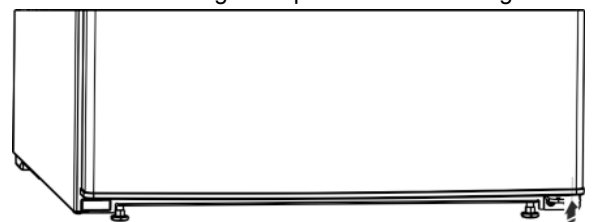

Fig. 8
- Afstandsdelen Fig. 8 (13) anbringes igen nederst til højre i døren, da dette er vigtigt for skabets stabilitet.